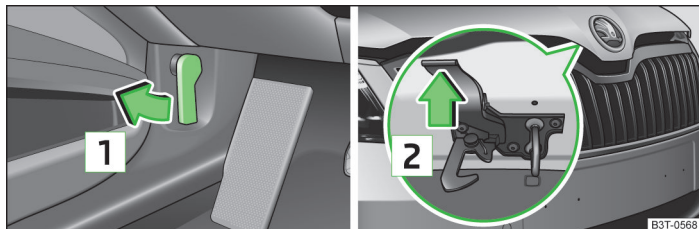

Abb. 165 Entriegelungshebel für Motorraumklappe / Entriegelungshebel
- Niemals die Motorraumklappe am Entriegelungshebel öffnen » Abb. 165 auf Seite 210.
► Am Entriegelungshebel unterhalb der Schalttafel  ziehen » Abb. 165.